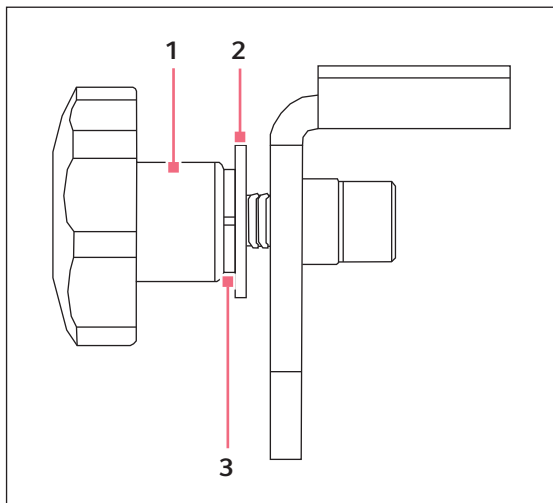

Abb. 4-15: Knopf
6. Wenn die Plattform vollständig eingesetzt und auf die Sub-Plattform ausgerichtet ist, installieren Sie wie abgebildet die Unterlegscheibe und den Federring. Schrauben Sie anschließend den abnehmbaren Knopf auf die Schraube und ziehen Sie ihn entsprechend an (siehe Abb. 4-15 auf S. 33).